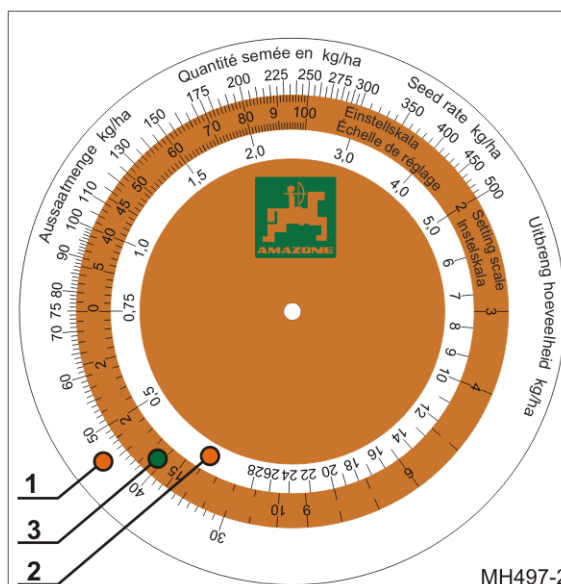

Fig. 39
- una escala blanca exterior (Fig. 39/1) para las cantidades de siembra superiores a 30 kg/ha
- una escala blanca interior (Fig. 39/2) para las cantidades de siembra inferiores a 30 kg/ha
- una escala de color (Fig. 39/3) con todas las posiciones de los engranajes del 1 al 100.